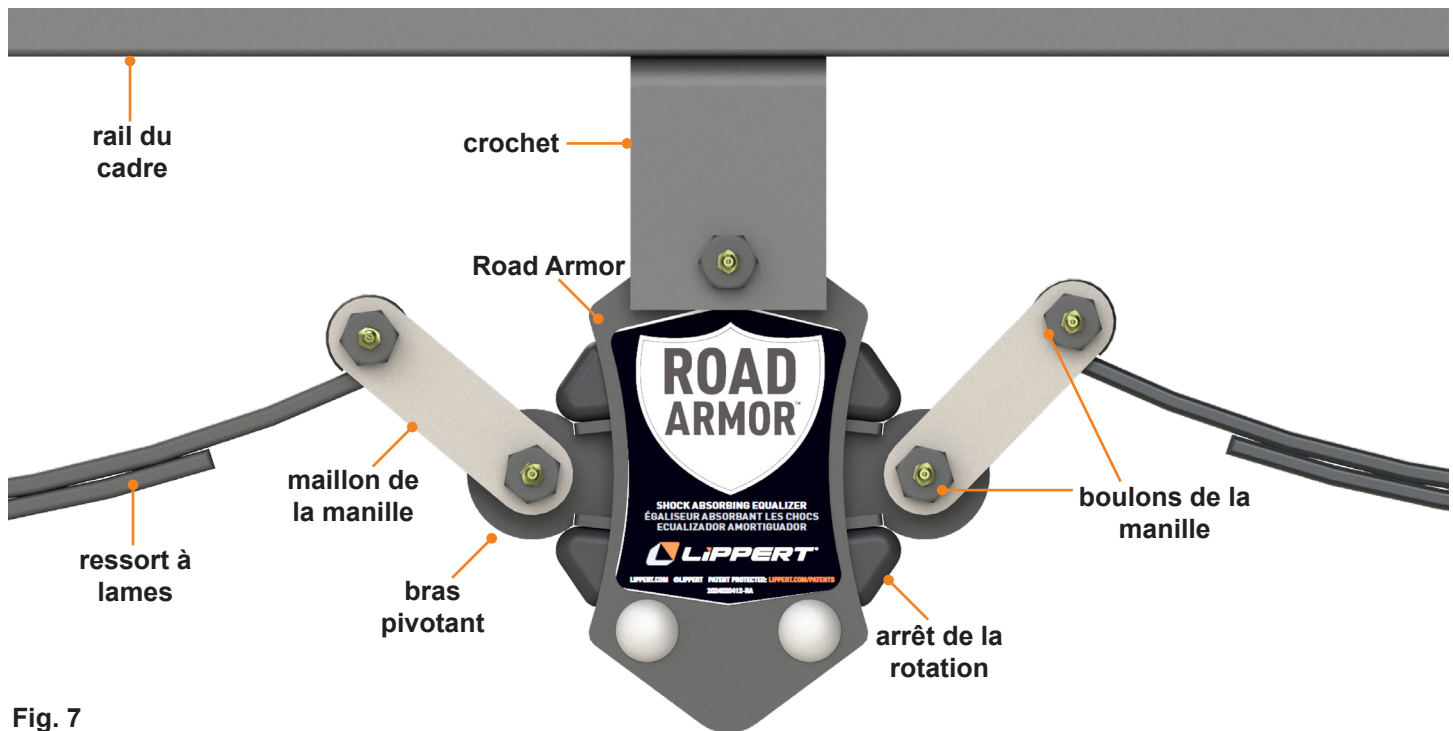

Fig. 7
Se référer à la Fig. 7 pour les étapes suivantes de la procédure :
2. Installer le boulon de l'égaliseur (**Fig. 7**) à travers le premier support du crochet, puis à travers la douille en bronze la plus haute de l'égaliseur Road Armor et, enfin, à travers le second support du crochet du cadre.